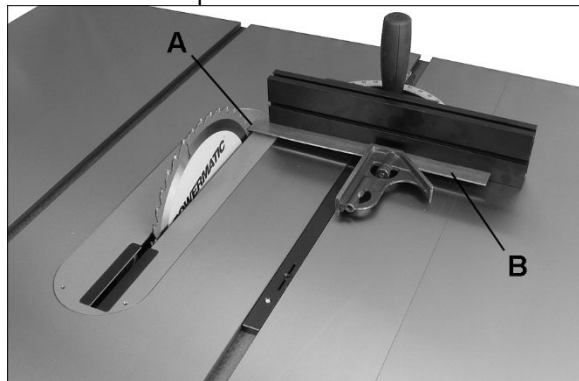

Figura 8-10
3. Marque un diente (A, Figura 8-10) con un lápiz de cera y coloque el diente ligeramente por encima del borde superior de la mesa en la parte delantera.
4. Suba ligeramente el calibre de inglete de su ranura para servir como resalto. Use una escuadra deslizante (B) contra el lado de la barra, deslice la escala por encima hasta que haga contacto con la punta de la hoja, y trabaje la escala en posición.